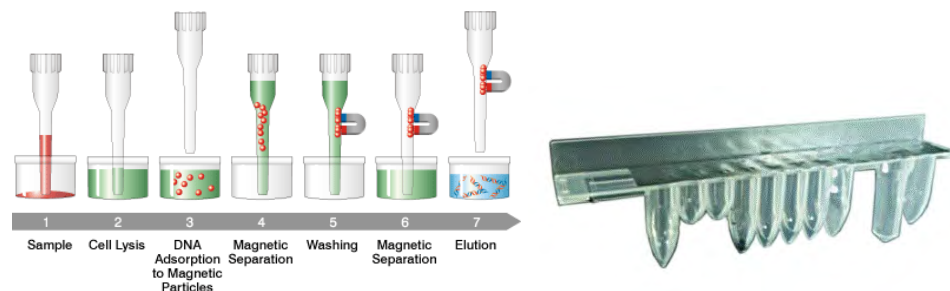

Figure 1-5 : Principe d'extraction des acides nucléiques et cassette d'extraction ELITE InGenius SP 200
- Le kit de réactifs a été optimisé pour l'isolation des acides nucléiques à partir d'échantillons de 200 µL (Figure 1-5 : Cassette d'extraction ELITE InGenius – SP200 et principe d'extraction).